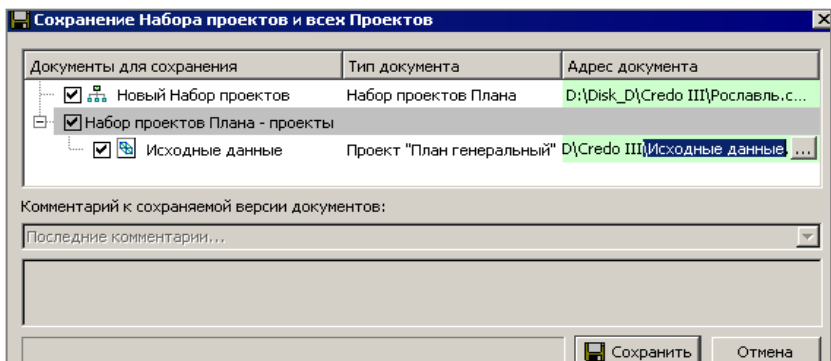

Рис. 3.20
- Откроется диалог **Сохранение Набора проектов и всех Проектов** с заданным адресом НП. По этому адресу автоматически формируются адреса всех проектов в составе НП (рис. 3.20).
- Нажмите кнопку **Сохранить** (рис. 3.20).